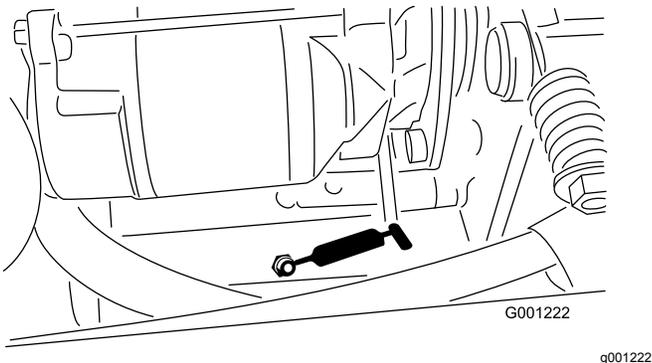

Рисунок 37
- Ось поворота устройства натяжения механизма отбора мощности (Рисунок 37)
- Задний подшипник механизма отбора мощности (Рисунок 37)